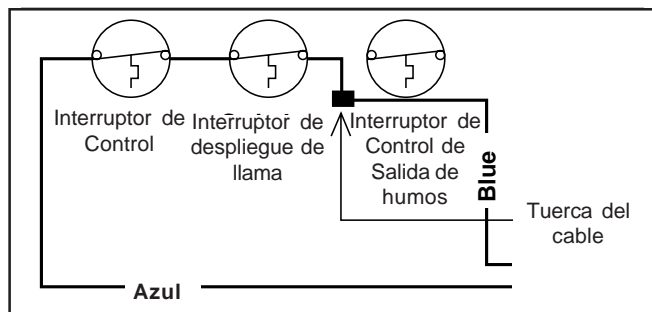

Figura 16. Cableado para la limitación del circuito
3. Puentear el interruptor de ventilación, extrayendo ambos cables del interruptor de ventilación y uniéndolos a la tuerca del cable. (Ver figura 16).
1. Puentear el interruptor de ventilación, situado en la puerta del compartimento del compresor, extrayendo ambos cables del interruptor. Extraer los terminales del cable, pelarlos y unirlos en la tuerca. (Ver figura 16).